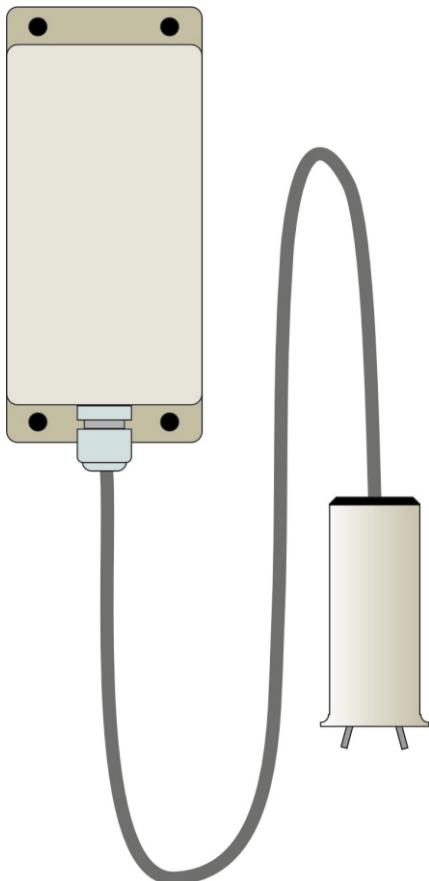
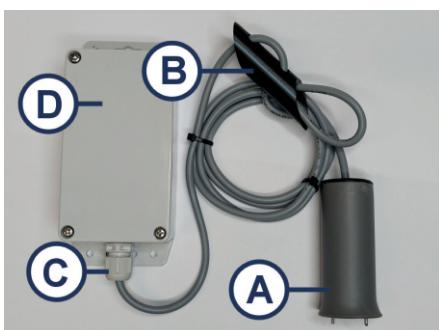

BILD 1
BILD 2
- A. En sändare som installeras i tanken eller pumpbrunnen med en nivågivare som övervakar vätskenivån. (Bild 1)
- B. Mottagare med ljus- och ljudlarm, som kan installeras på valfri plats inomhus (Bild 2 och 3)
Förpackningen innehåller en sändare med nivågivare (Bild 1) och en mottagare med nätdapter (Bild 2) som är kodade parvis så att varje mottagare enbart reagerar på larm från sin egen sändare.